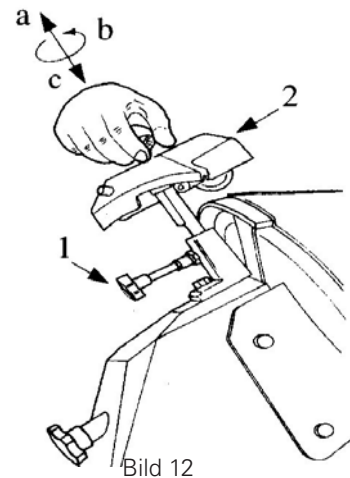

Bild 12
2. (Bild 12), lossa knoppen (1), lyft upp (a) slipapparaten (2) och vrid den 180° (b). Skjut den neråt (c) så klingan hamnar mellan de två hjulen. Låt knoppen